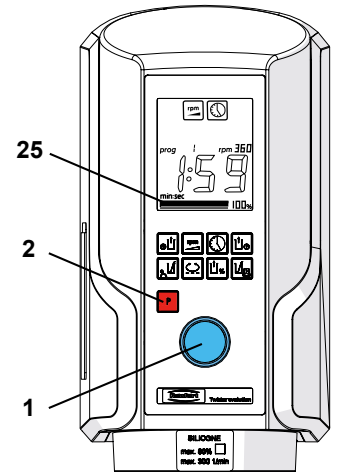

図. 8
- ⇒容器が独りで吸い付き、バキュームのバー表示が半分を超えてから、スタートします(25, 図. 8)！